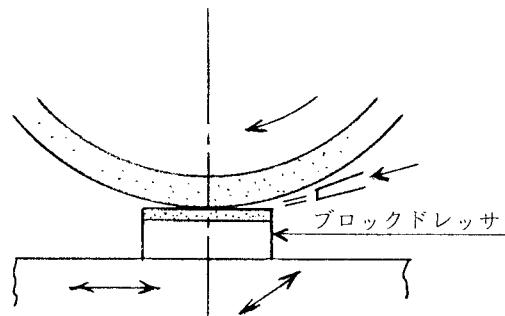

図 2-12
② 砥石外周面の修正
- 切込みを与えるテーブル左右送りと、サドル前後送りを行う。（図 2-12）